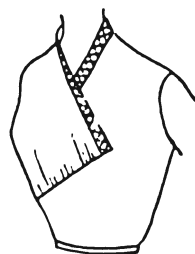

Рис. 560
Принцип драпировки, представленный на асимметричном лифе модели (рис. 560), несложен сам по себе, но имеет некоторые особенности: расширение, идущее от правого плеча, собирается в сборку вдоль вытачки, образованной путем перевода вытачек от левого бокового среза, в то время как воротник, представляющий собой прямую полоску, перекрещивается с срединной линией переда и заканчивается на вершине вытачки.
1. Приготовьте лекало переда лифа целиком. Закройте на нем вытачки. Приложите к фигуре и начертите линию перевода вытачек влево. Разложите на плоской поверхности (рис. 560).